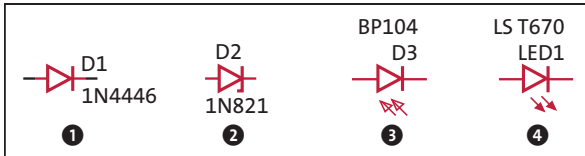

Abbildung 3.12 Dioden – Schaltbilder
Abbildung 3.12 zeigt die Schaltbilder für verschiedene Dioden. D1 ❶ steht für eine »Allzweck«-Diode 1N4446, die es von verschiedenen Herstellern gibt. D2 ❷ ist eine Z-Diode, was durch die den Durchbruch kennzeichnende Katode verdeutlicht wird. D3 ❸ steht für eine Fotodiode. Die Lichtempfindlichkeit wird durch die Pfeile mar-
Abbildung 3.13 zeigt unterschiedliche Bauformen der in Abbildung 3.12 dargestellten Dioden. Die »Allzweck«-Diode 1N4446 ① und die Z-Diode 1N821 ② haben Standardgehäuse mit axialen Anschlüssen (DO-204AA). Die Fotodiode BP104 ③ weist ein für die SMD-Montage geeignetes DIL-Gehäuse (*Dual In Line*) auf. Die LED LS T670 ④ mit ihrem PLCC-Gehäuse ist ebenfalls für die SMD-Montage geeignet. Die traditionelle LED-Bauform sind die 3-mm- oder 5-mm-Rundgehäuse ⑤, die gerade für Experimente gut geeignet sind. Im Rundgehäuse gibt es auch zwei- oder dreifarbige LEDs, die durch mehrere verschiedenfarbige LED-Chips gebildet werden.